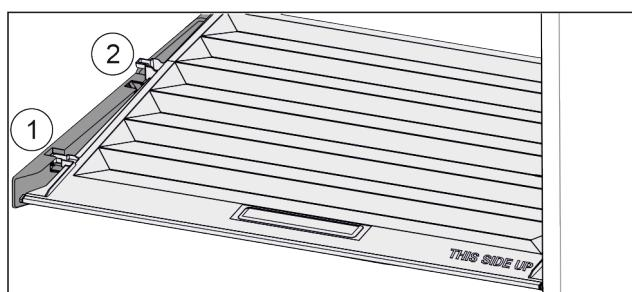

Fig. 36
- Кришку до отвору в деталях для підтримки потягнути вперед Fig. 36 (1).
- Підняти ззаду знизу та вийняти Fig. 36 (2) вгору.